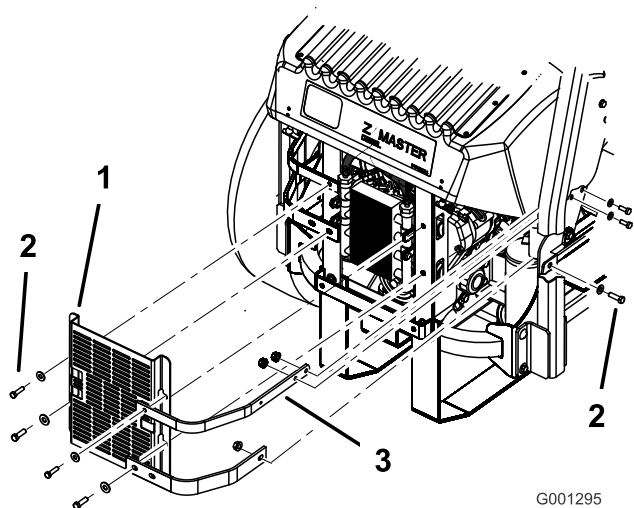

Figura 63
3. Retire los 4 pernos que fijan el protector del enfriador de aceite al bastidor trasero (Figura 63).
4. Retire los 3 pernos que fijan las bridas del motor al lateral de la máquina (Figura 63).
12. Instale el protector del enfriador de aceite y las bridas del motor al bastidor trasero con los 4 pernos que retiró anteriormente (Figura 63).
13. Instale las bridas del motor en el lateral de la máquina (Figura 63).